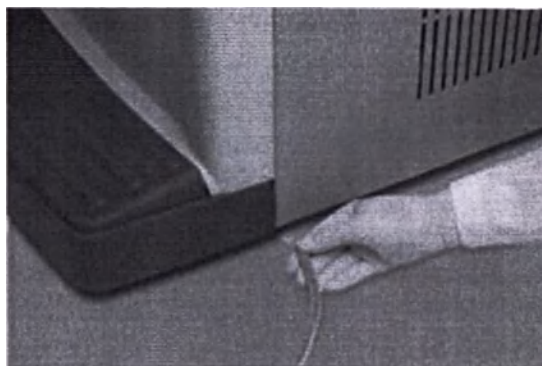

Рисунок 8.29
2. Расположите штепсельный разъем ножной педали так, чтобы подключить его в гнездо опоры для ног. Расположите разъемы так, чтобы защелка разъема ножной педали была направлена к вам. Установите разъем до щелчка (Рисунок 8.29).